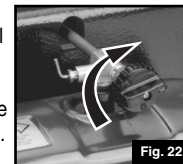

Fig. 22
- Fermez le bouton de commande fermement. (Fig. 22) Remarque : La flamme du brûleur principal continuera à brûler quelques minutes après le réglage à l'arrêt.